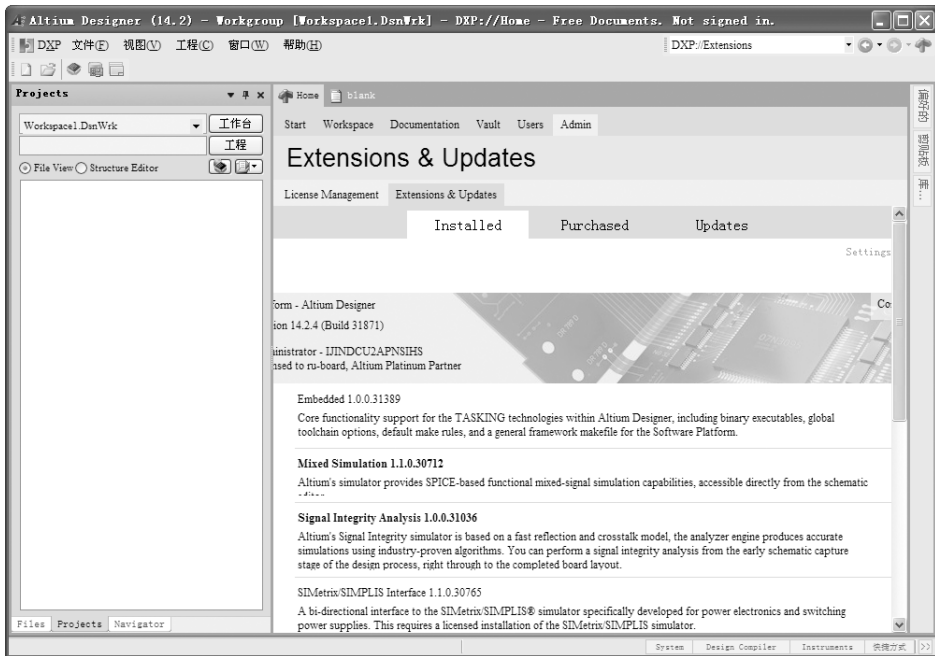

图 1-6 “Extensions and Updates” 选项卡
4) “Extensions and Updates”（插件与更新）命令：用于检查软件更新，单击该命令在主界面右侧弹出如图 1-6 所示的“Extensions and Updates”（插件与更新）选项卡。